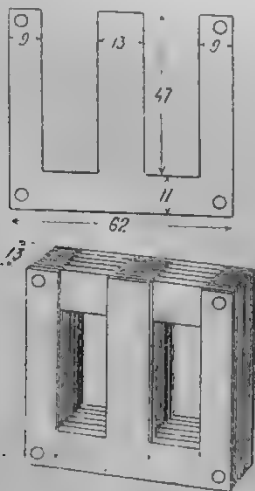

Рис. 11. Более простая конструкция сердечника.
2. Более простой в изготовлении и легкий в сборке вид сердечника изображен на рис. 11. Таких листиков (рис. 11 сверху) придется заготовить штук 30. Способ изготовления их такой же, как и в предыдущем случае: вырезать из жести, просверлить отверстия на расстоянии 6 мм. от краев (обязательно в собранном виде, иначе при сборке отверстия не совпадут), отжечь, выравнять, оклеить бумагой.
При сборке эти листики закладываются средним отверстием в катушку: то с одной, то с другой стороны попеременно, так что в собранном виде сердечник без катушки имеет вид, изображенный на рис. 11 внизу.
Для тр-ра с сердечником по рис. 11 нужно заготовить:
Трансформатор с сердечником по рис. 11 собирается совершенно так же, только расстояние между отверстиями в ножках и изоляционных планках будет не 45, а 48 мм, так как в листиках эти отверстия находятся на расстоянии 48 мм друг от друга.
В трансформаторе с сердечником по рис. 11 эту же подгонку производят, просто поджимая или ослабляя гайки на болтиках.